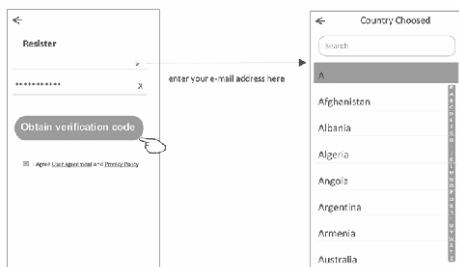

Рис. 10.
4. Введите проверочный код и выполните поиск по стране или сдвиньте экран вниз, чтобы найти и выбрать нужную (рис. 10).